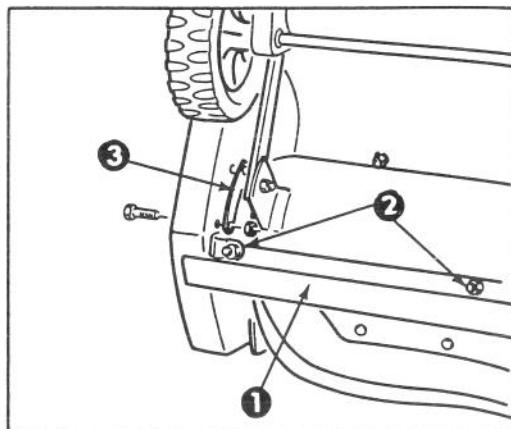

Abb. 13
4. Zwei Schneidschrauben und Muttern entfernen, mit denen die untere Gehäusehalterung an der Seitenplatte befestigt ist (Abb. 13 und 14).
5. Die Schneefräse auf das Vorderteil kippen. Die Schloßschrauben und Gegenmuttern entfernen, mit denen die Schürfleiste befestigt ist (Abb. 13). Schürfleiste und untere Gehäusehalterung entfernen.